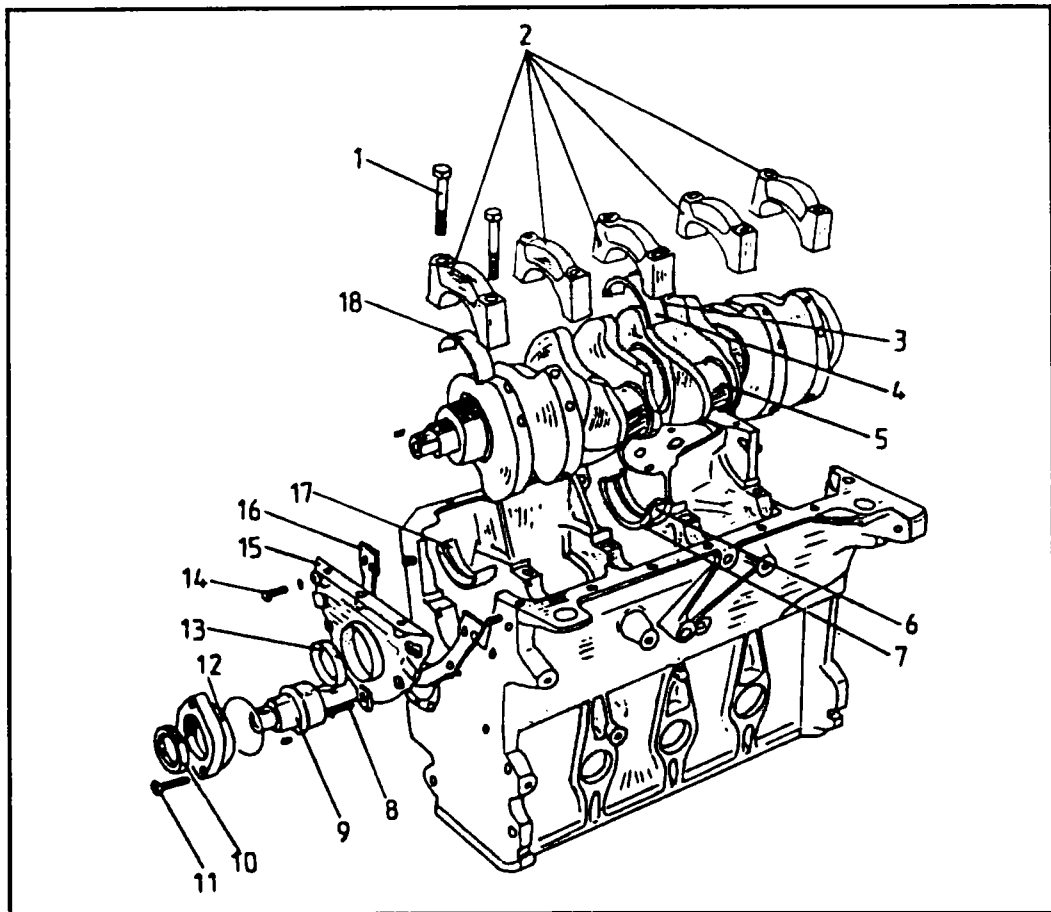

Рис. 2.6 Расположение коленчатого и промежуточного валов в блоке цилиндров
- ◆ Отвернув болты крепления, снимите фланец промежуточного вала. Выньте вал из двигателя. На рис. 2.6 показано устройство нижней части двигателя. Этим рисунком необходимо пользоваться во время разборки/сборки двигателя.